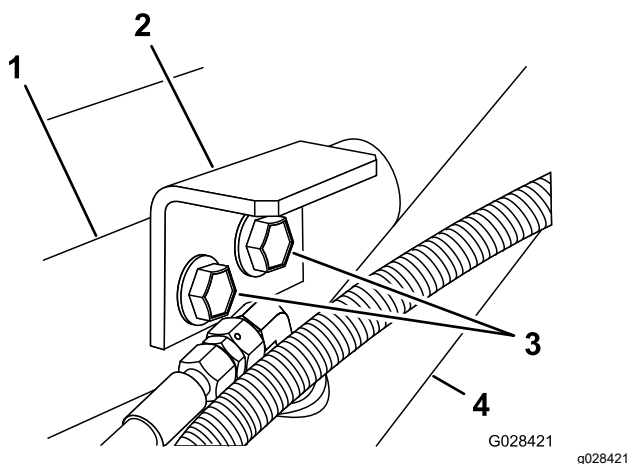

Figura 7
3. Instale los soportes de sujeción en el soporte y en el bastidor usando los dos pernos con arandela prensada y las contratuercas con arandela prensada retirados en el paso 1 (Figura 7).